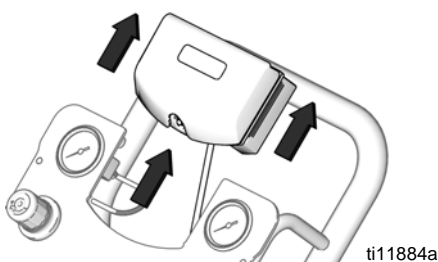

FIG. 10. Verwijder DataTrak
3. Verwijder de DataTrak-module uit de console. Zie FIG. 10. Neem de module en de aangesloten kabel mee naar een niet-gevaarlijke locatie.